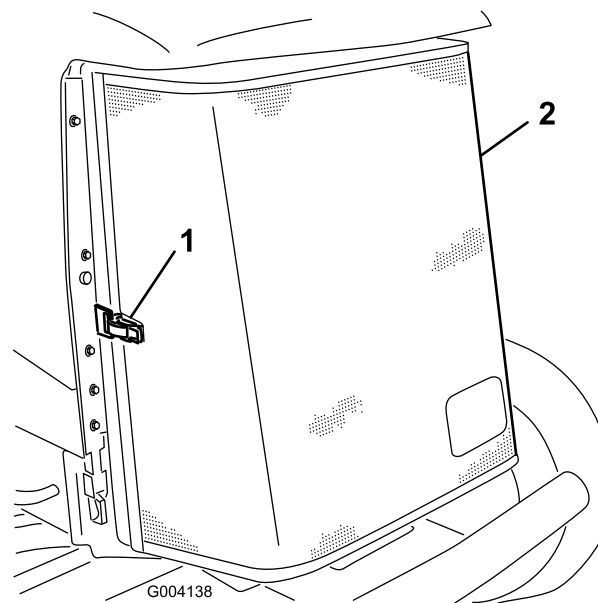

**Figura 58**
1. Controllate il livello di refrigerante nel serbatoio di espansione (Figura 58).